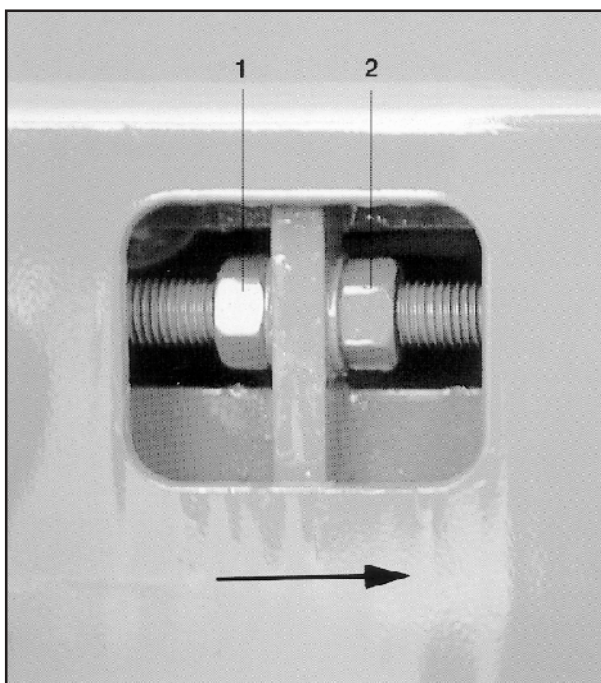

Рис. 17.5
1. В направлении движения (смотри стрелку) видимые с обеих сторон задние контргайки (рис. 17.5/1) открутите, вращая их в левую сторону.
2. В направлении движения (смотри стрелку) видимые шестигранные гайки (рис. 17.5/2) **равномерно** вращать влево.
Важно! Расстояние настройки шестигранных гаек (рис. 17.5/2) должно быть одинаковым по обе стороны ленточного пола. Обе шестигранные гайки (рис. 17.5/2) поверните не больше, чем на 1/2 оборота ключа. Контргайки закрутите и проверьте, равномерно ли движется транспортер.